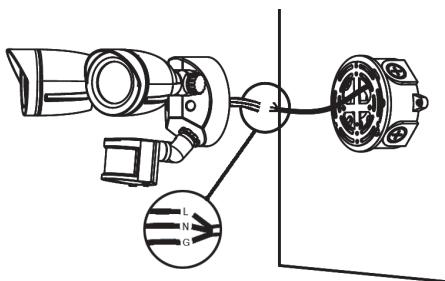
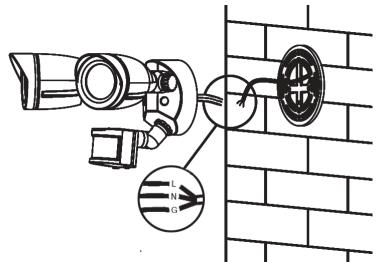
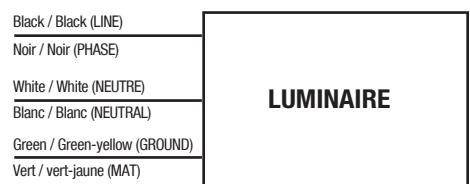

Fig. 4A
Fig. 3B
Fig. 8
5. Connect the wires, refer to the Wiring Diagram: GROUND luminaire wire (green) connected to the ground junction box wire (green), LINE luminaire wire (black) connected to line power supply wire (black), NEUTRAL luminaire wire (white) connected to neutral wire (white) (Fig. 4A, Fig. 8).
4. Connect the wires, refer to the Wiring Diagram: GROUND luminaire wire (green/yellow) connected to the supply wire (green), LINE luminaire wire (black) connected to line power supply wire (black), NEUTRAL luminaire wire (white) connected to neutral wire (white) (Fig. 3B, Fig. 8).
5. Connecter les fils, en vous référant au schéma de câblage: Le fil du luminaire de mise à la terre (vert) est connecté au fil de la boîte de jonction de mise à la terre (vert), le fil du luminaire VIVANT (noir) est connecté au fil d'alimentation de ligne (noir), le fil du luminaire NEUTRE (blanc) est connecté au fil neutre (blanc) (Fig. 4A, Fig. 8).
4. Connecter les fils, en vous référant au schéma de câblage: Le fil du luminaire GROUND (vert/jaune) est connecté au fil d'alimentation de mise à la terre (vert), le fil du luminaire LINE (noir) est connecté au fil d'alimentation de ligne (noir), le fil du luminaire NEUTRE (blanc) est connecté au fil neutre (blanc) (Fig. 3B, Fig. 8).